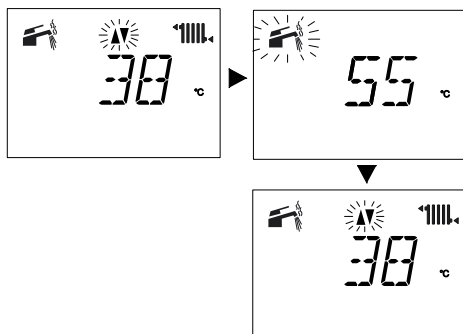

Figura 2.16
- con regolazione temperatura sanitaria massima Figura 2.16.